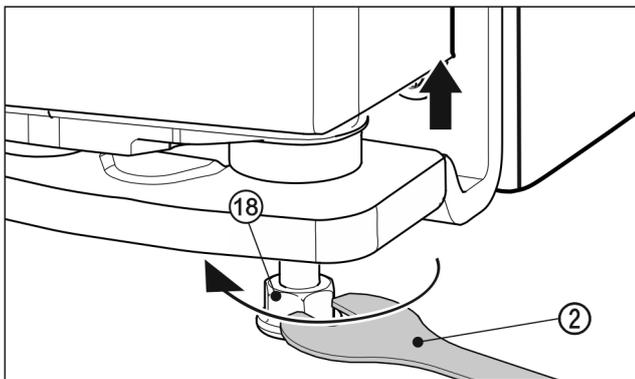

Fig. 23
- ▶ 使用附带的叉形扳手 Fig. 23 (2) 向右旋转垫脚 Fig. 23 (18)，直到接触地面，以便抬起门。之后继续旋转，直到门的高度调整完毕。交货时，轴承螺栓处于完全拧入状态。